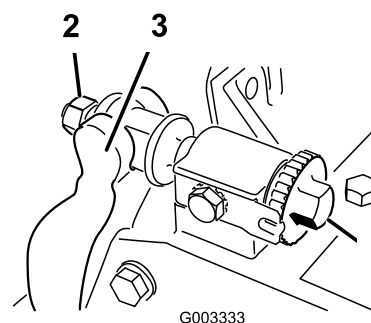

図 59
1. ベッドバー調整ネジを左に回してベッドナイフとリールの接触をなくす(図 59)。